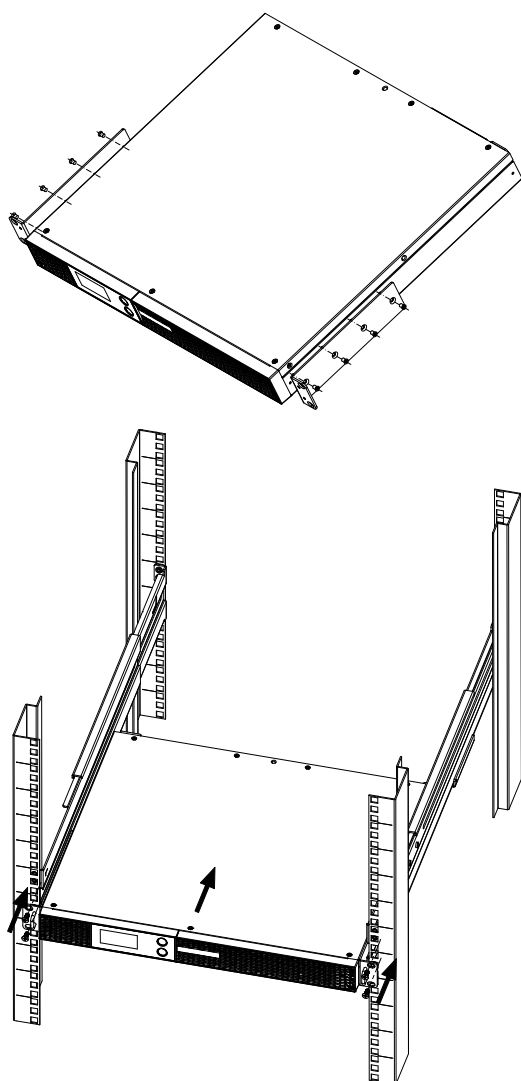

Fig. 8. Montaje SPS ADVANCE R2 en armario 19".
- Operar del siguiente modo (ver Fig. 8):